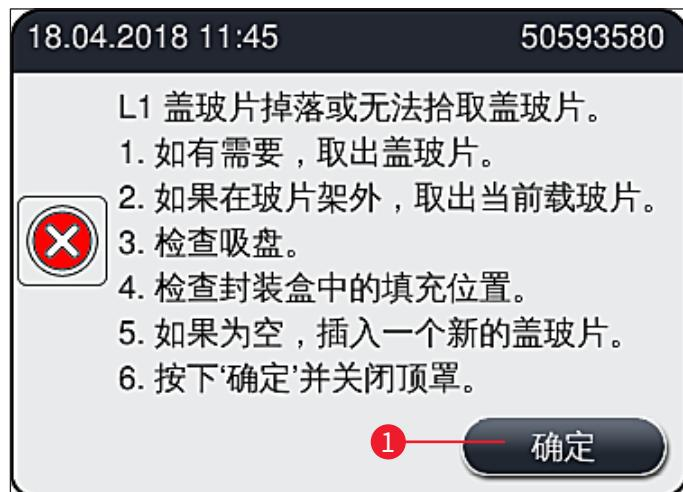

图 110
如果拾放模块在向载玻片传送的过程中掉落盖玻片，或如果拾放模块经过 3 次尝试仍无法从盖玻片封装盒中取出一张盖玻片，用户就会收到一条这种情况的错误消息通知（→图 110）。
① 如果显示该消息（→图 110），用户必须首先检查是否在向载玻片传送过程中掉落了盖玻片，或拾放模块是否无法从盖玻片封装盒中取出盖玻片。